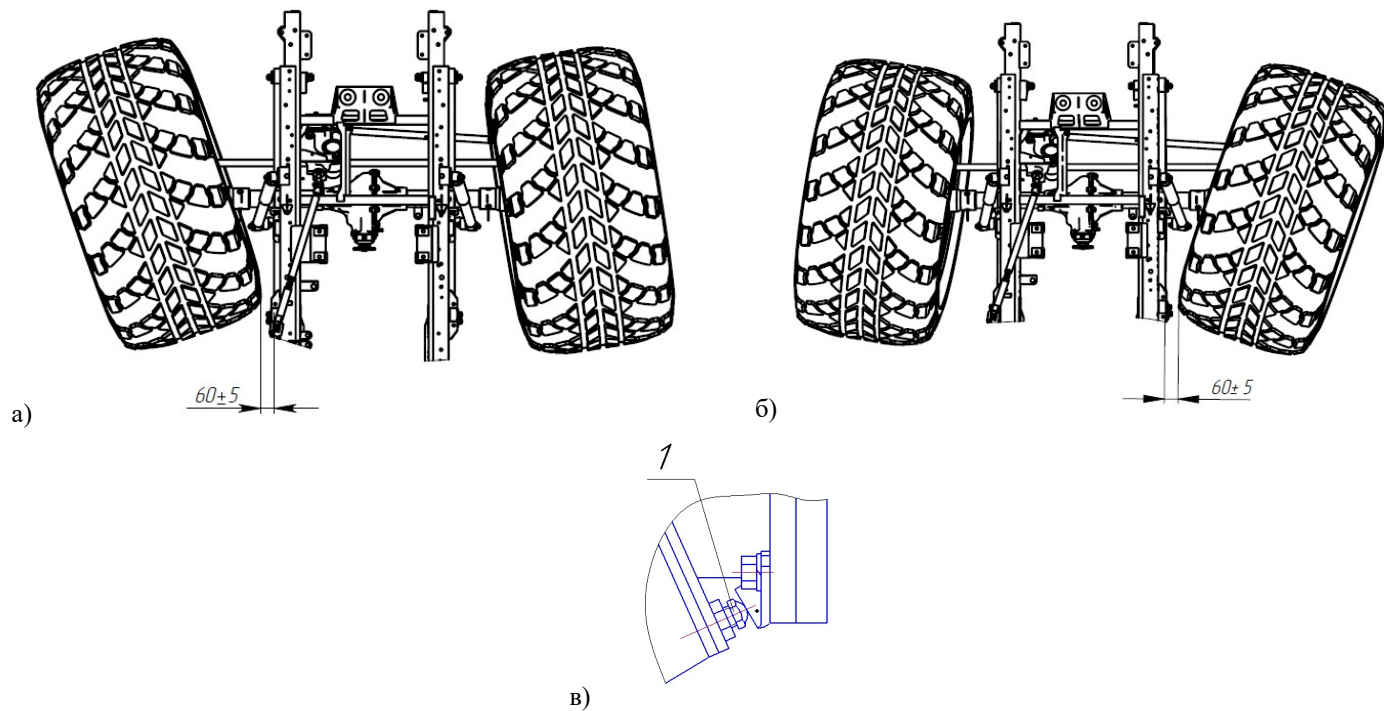

Рис. 6.25. Регулировка углов поворота колес.
Произвести регулировку углов поворота колес переднего моста влево (см. Рис. 6.25 а) и вправо (см. Рис. 6.25 б). Для этого регулировочные болты упоров-ограничителей (Рис. 6.25 в) поворота колес выставить таким образом, чтобы колеса по боковой поверхности шин сзади, при поворотах до упора в регулировочные болты, не доходили до боковых поверхностей рессор на  $60 \pm 5 \text{ мм}$  (Редуктор КР, диск №3, шина 1280 – расстояние от боковой поверхности шин сзади до боковых поверхностей рессор – 115 мм).
а) Ослабить «Пробки упоров 1600-3430011», придерживая «Втулку упора 1600-3430012». Вывернуть против часовой стрелки упоры 39294-3430014-10 (рисунок 6.25) ограничительных винтов 1 и 2.
13. При увеличенном зазоре от упорного болта 1 (рисунок 6.25) до балки (более 0,5...1 мм) (колеса ВТС стоят на
б) Поворачиваем руль до упора вправо. Вращаем упор ограничительного винта 1 против часовой стрелки, контролируя при этом расстояние между упорным болтом и упором (рисунок 6.25). Расстояние должно быть не более 0,5...1 мм.
в) Поворачиваем руль до упора влево. Вращаем упор ограничительного винта 2 против часовой стрелки, контролируя при этом расстояние между упорным болтом и упором (рисунок 6.25). Расстояние должно быть не более 0,5...1 мм..